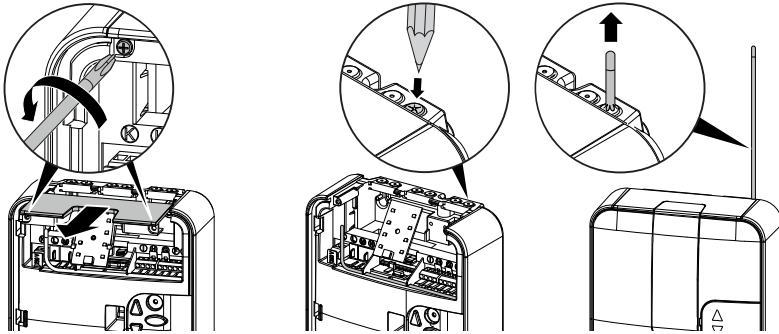

Bild 4-5 Installera antennen
2.    Försäkra dig om att antennen är korrekt positionerad (bild 4-5, sidan 89).